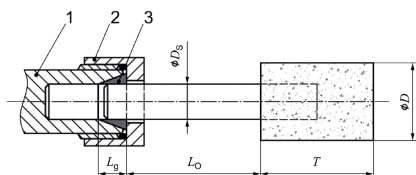

Fig. 1 - Inspänningslängd från spännchuck och spännhylsa
- Det tillåtna varvtalet för små slipstift måste reduceras för att kompensera för skaftlängden mellan spännhylsan och slipstiftet (överbäng). Kontrollera att minsta inspänningslängden på 10 mm inte underskrids. (Se fig. 1 och rekommenderingen från tillverkaren av slipstiftet).